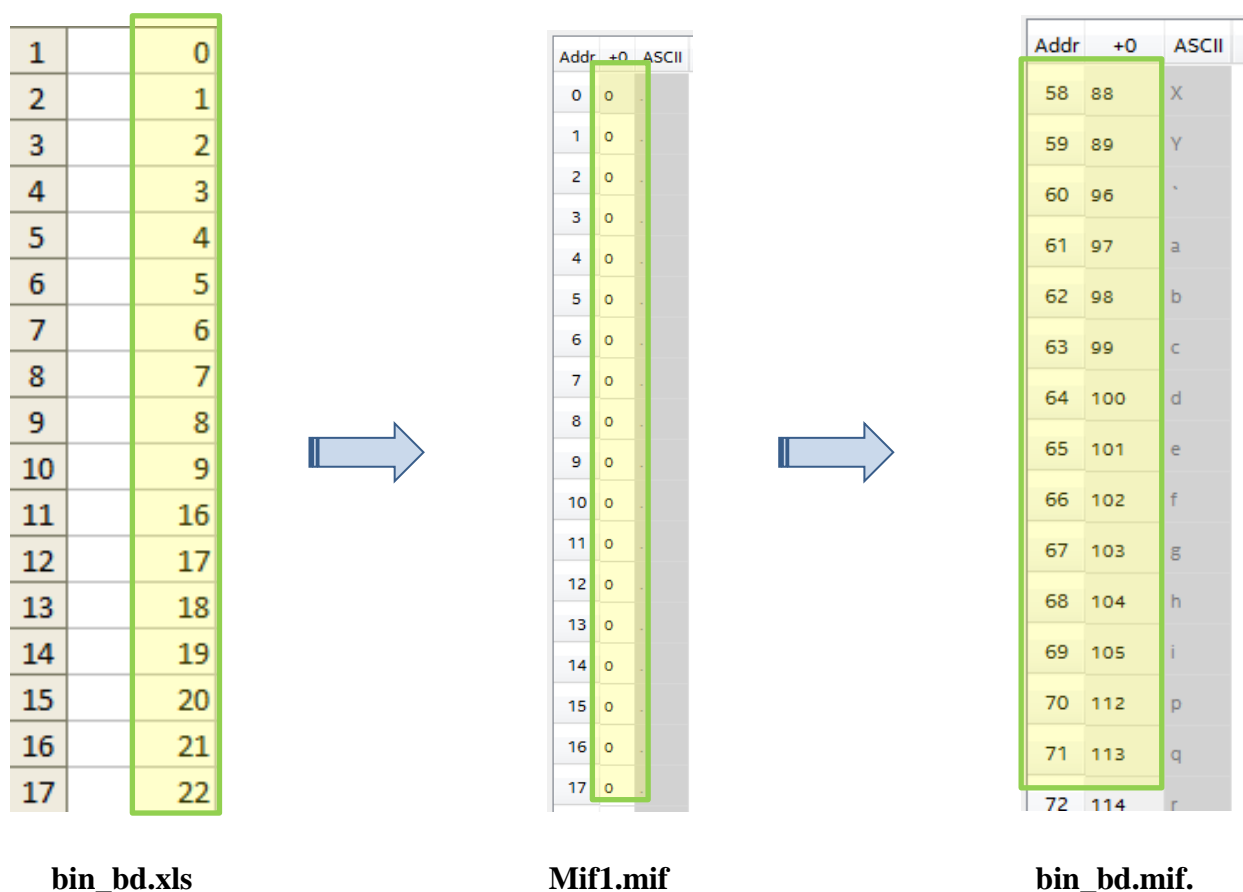

Рис. 8 Окно редактора памяти
Окно редактора памяти видоизменится следующим образом (рис. 8, **Mif1.mif**):
3.5. Откройте файл **bin\_bd.xls** и скопируйте содержимое колонки «A» в созданный **Mif1.mif** – файл (рис. 8). Сохраните под именем **bin\_bd.mif**.